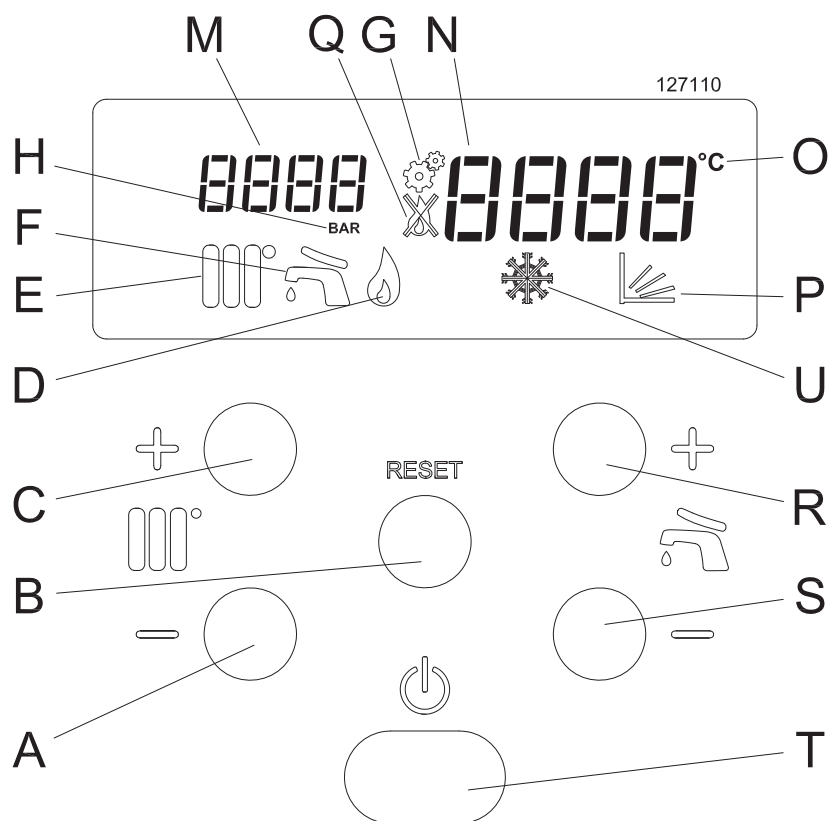

Figura 1
1. - Se la pressione all'interno del circuito del riscaldamento scende al di sotto di 0,8 bar, il visore "N" (Figura 1) mostra FILL ad indicare che è necessario ripristinare la corretta pressione;
4. - Controllare la pressione sul visore "M" (Figura 1), deve raggiungere la pressione di 1,3 - 1,5 bar (l'indicazione FILL scompare superati 1,1 bar);
2. - Premere il tasto "T" (Figura 1);
4. - Appare sul display l'icona  "E" (Figura 1);
7. - Appare sul display l'icona  "F" (Figura 1);
La regolazione della temperatura dell'acqua calda sanitaria si esegue agendo sui tasti  e . Premuto uno dei due tasti, il visore "N" (Figura 1) comincia a lampeggiare e a mostrare la temperatura che si sta impostando. Il campo di regolazione entro il quale si può regolare la temperatura del sanitario va da 40°C a 60°C. Tenendo premuto il tasto  anche sotto 40°C, comparirà la scritta **OFF** ad indicare lo spegnimento del servizio sanitario evidenziato anche dallo spegnimento dell'icona  "F" (Figura 1).